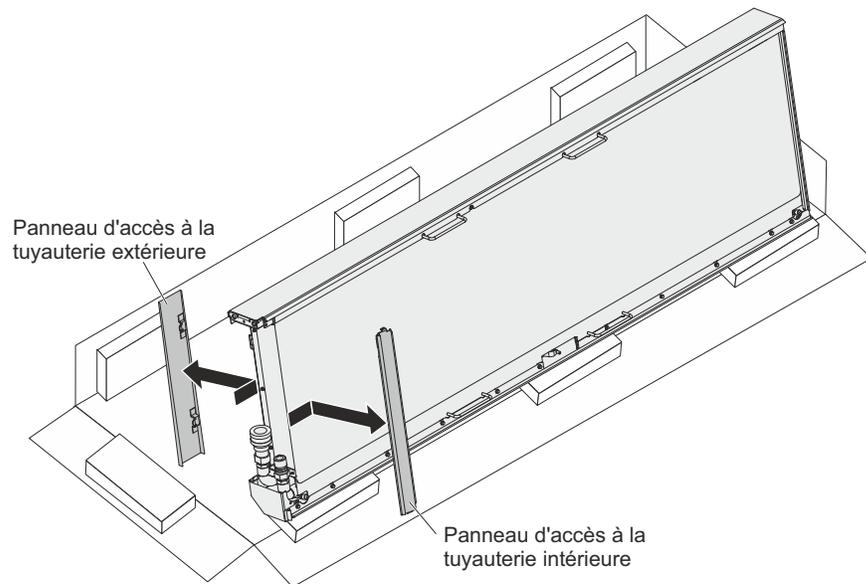

Figure 57. Rotation de l'échangeur de chaleur à 90 degrés et retrait des panneaux d'accès à la tuyauterie
6. Tandis qu'une personne immobilise l'échangeur sur les blocs de l'emballage, une autre doit ôter les panneaux d'accès aux tuyauteries intérieure et extérieure. Poussez les panneaux vers le haut et l'extérieur pour les retirer. Reportez-vous à la section figure 57. Mettez les panneaux d'accès à la tuyauterie de côté.